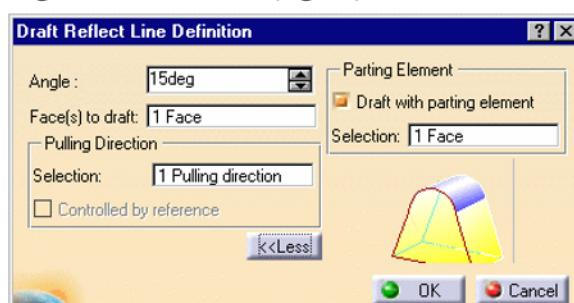

Fig.36. Dialogul extins **Draft Reflect Line Definition**
- Se apasa butonul **More** pentru a extinde dialogul afisat anterior (fig.36);